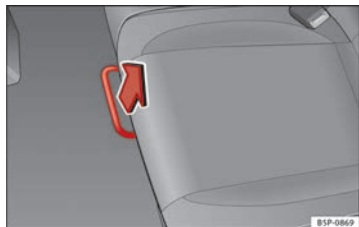

Abb. 90 Entriegelungsstange für den Rücksitz.
- Entriegeln Sie den Hebel in sitzender Position in Richtung des Pfeils ⇒ Abb. 90.